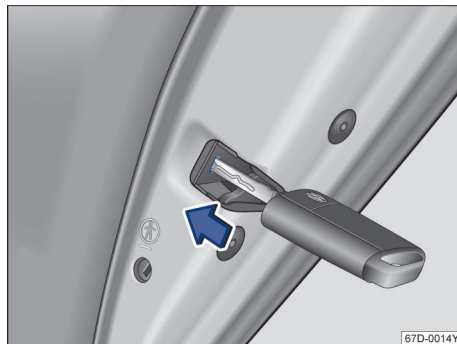

图 52 车门应急上锁装置及汽车钥匙
- 车门手动上锁，右前门顺时针转，左后门逆时针转→图 52。